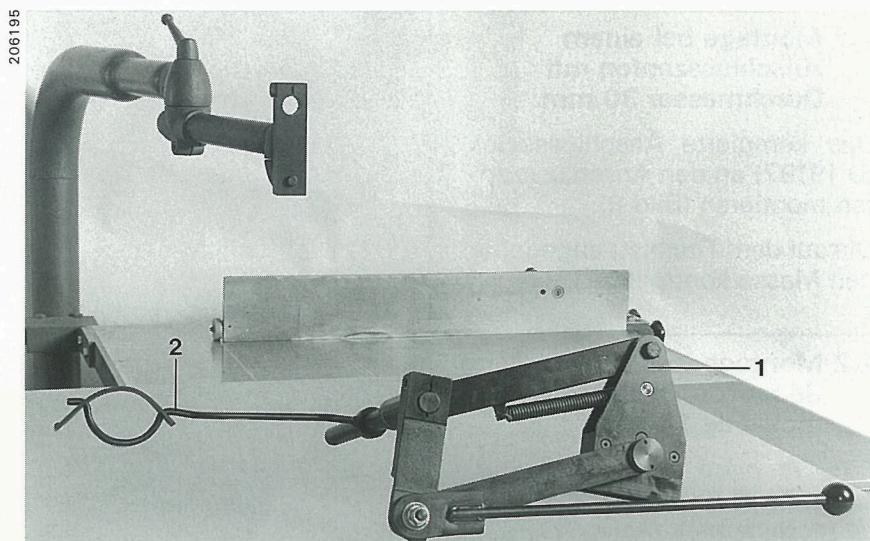

Bild 9 / Figure 9
- Die Verstellvorrichtung mit der eingebauten Spindel (Bild 9, Pos. 1) bereitstellen.
- Die Schlauchabstützung (Pos. 2) auf die Spindel schieben und mittels Gewindestift provisorisch festziehen (Bild 9).
- Préparer le dispositif de réglage avec la broche incorporée (figure 9, pos. 1).
- Monter le support du tuyau (pos. 2) sur la broche et le fixer provisoirement au moyen de la vis de blocage (figure 9).
- Place adjusting mechanism with built-in axle on the table (Fig. 9, item 1).
- Slide extraction hose support (item 2) onto axle and secure by tightening the set screw (Fig. 9).